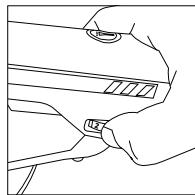

图4
- 旋转调速旋钮,从“1挡”到“6挡”,调节到合适的速度。-见图4